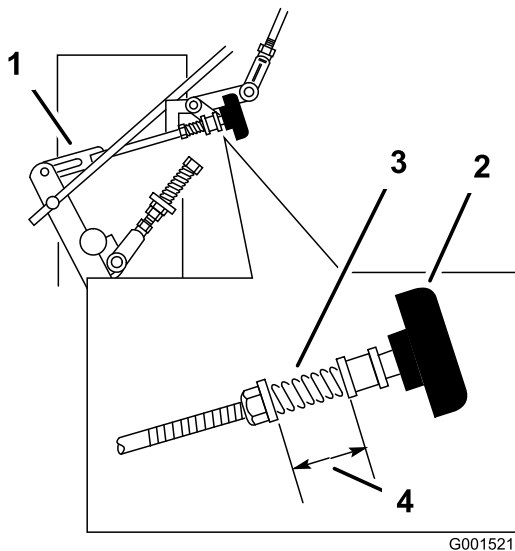

Figure 39
- Réglez la timonerie droite en tournant le bouton Quick-Track dans le sens anti-horaire jusqu'à ce que la roue commence à tourner en avant (Figure 39).
- Tournez le bouton dans le sens horaire 1/4 de tour à la fois. Déplacez ensuite le levier de changement de vitesse en avant et ramenez-le au point mort. Répétez cette opération jusqu'à ce que la roue droite arrête de tourner en avant (Figure 39).
- Le ressort qui maintient la tension sur le bouton n'a normalement pas besoin d'être réglé. Toutefois, si un réglage est nécessaire, réglez la longueur du ressort à 26 mm (1") entre les rondelles (Figure 39).
- Réglez la longueur du ressort en tournant l'écrou situé à l'avant du ressort (Figure 39).